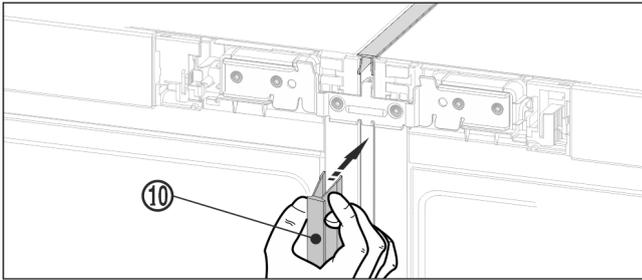

Fig. 22 \*
- ▶ 在设备正面将长护板条 Fig. 22 (10) 压入垂直缝隙中。注意，护板条位于连接板上。\*